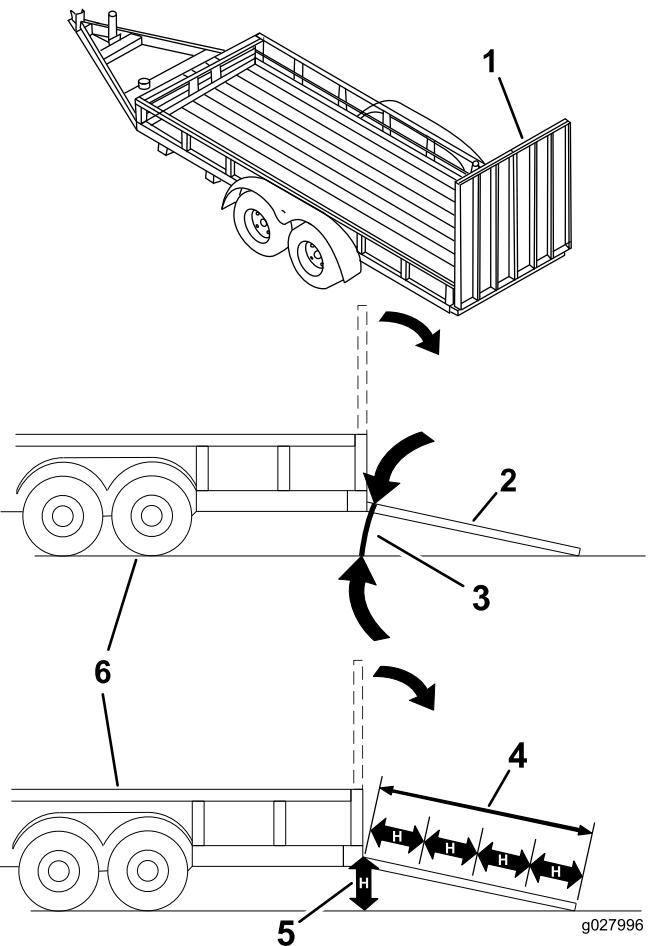

Bild 32
Beim Verladen einer Maschine auf einen Anhänger oder Pritschenwagen erhöht sich die Gefahr, dass die Maschine umkippt und schwere oder tödliche Verletzungen verursacht (Bild 32).
3. Senken Sie die Rampe ab und stellen Sie sicher, dass der Winkel zwischen der Rampe und dem Boden höchstens 15 Grad beträgt (Bild 32).
1. Senken Sie die Rampe ab und stellen Sie sicher, dass der Winkel zwischen der Rampe und dem Boden höchstens 15 Grad beträgt (Bild 32).